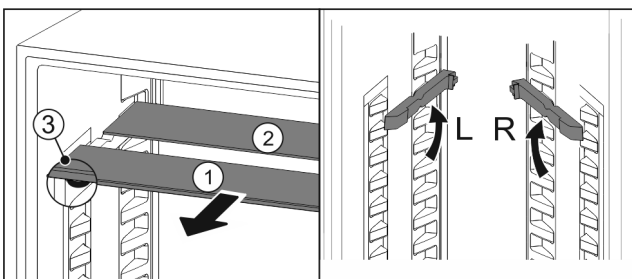

Fig. 117
- ▶ По одной извлеките Fig. 117 (1) стеклянные панели движением вперед.
- ▷ Стеклянная панель Fig. 117 (1) с декоративной планкой лежит спереди.
- ▷ Стопоры Fig. 117 (3) показывают вниз.